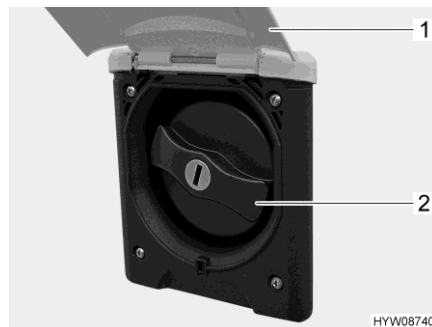

Bild 151 Verschlussdeckel (Trinkwasser-Einfüllstutzen)
- Außenklappe (Bild 151,1) nach oben schwenken.
- Blauen Verschlussdeckel (Bild 151,2) eine viertel Umdrehung drehen.